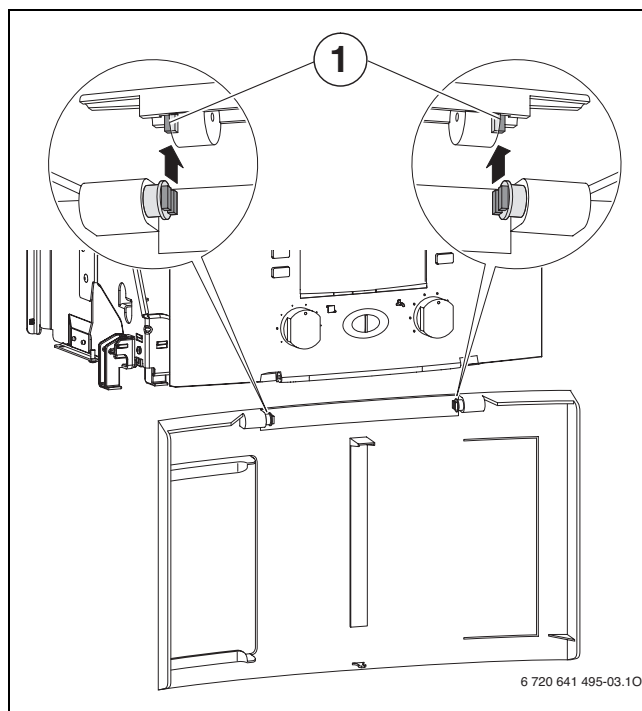

Fig. 13
- ▶ Verificar o alinhamento do vaporizador [1] (→ fig. 13).